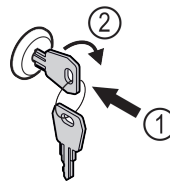

Fig. 45
- Insérer la clé Fig. 45 (1).
- Tourner la clé à 90° dans le sens horaire Fig. 45 (2).